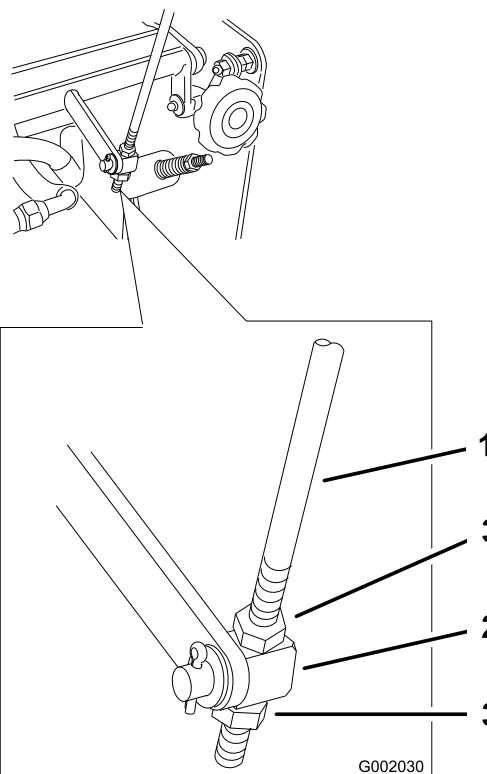

Figure 18
- Desserrez les écrous de fixation du pivot accouplé à la manivelle de commande de vitesse (Figure 18).
6. Ajustez le pivot sur la tige de commande de vitesse et serrez les écrous contre le pivot (Figure 18).
7. Ajustez la longueur de la tige de commande en la tournant dans sa fixation (Figure 18).